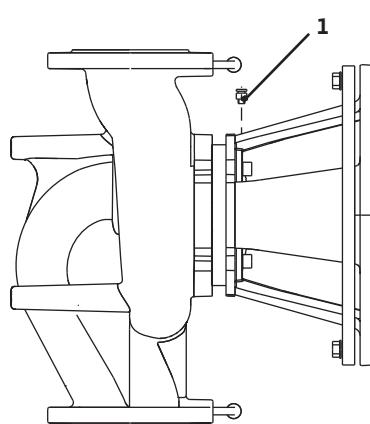

Fig. 38: Lufteventil
- Lufte pumpen ved å løsne lufteventilene (fig. 38, pos. 1). Tørrgang ødelegger pumpens mekanisk tetning. Ikke luft differensialtrykkt transmitteren (fare for ødeleggelse).